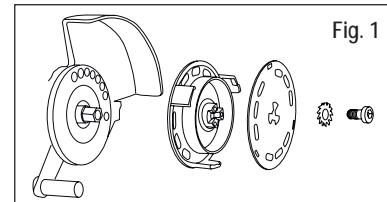
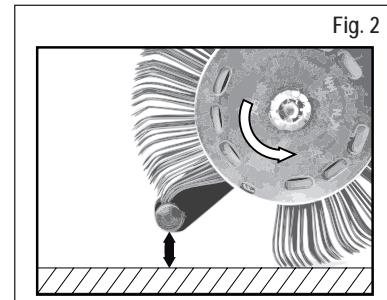

Fig. 1
Fig. 2
- Afbryd trykluftforsyningen og fastgør så **MBX**® Die Blaster® bånd 11 mm korrekt med det tilsvarende holdesystem AS012 (bemærk køreretning) og den dertil beregnede stjerneskive og skruer på værkøjet. Se fig. 1 og fig. 2
- Anvendes et **MBX®** bånd i den forkerte omløbsretning? – Ret børstebåndet ind således, at det forløber i den foreskrevne retning (se kapitel 6, Ibrugtagning, fig. 2).